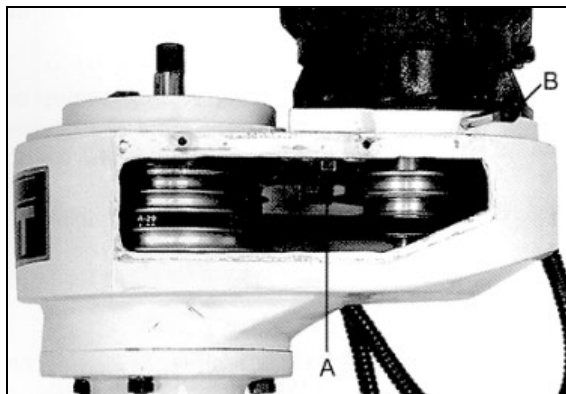

Рис. 8
Ослабьте шестигранную гайку (А, Рис. 8).
**- ходовой винт для перемещения стола по вертикали (С, Рис. 8).**
\*Нет тока – проверить предохранитель и автоматический выключатель (Q, Рис. 8).